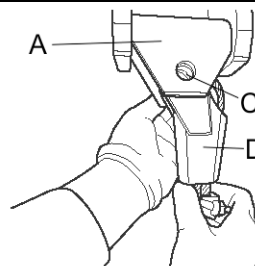

Figura 6-10
- 5) Extraiga el Eje del Anclaje del Cable (C) del Ensamble del Anclaje del Cable(A). Luego, extraiga el Borne (D) del Ensamble del Anclaje del Cable (A) como se muestra en la **Figura 6-10**